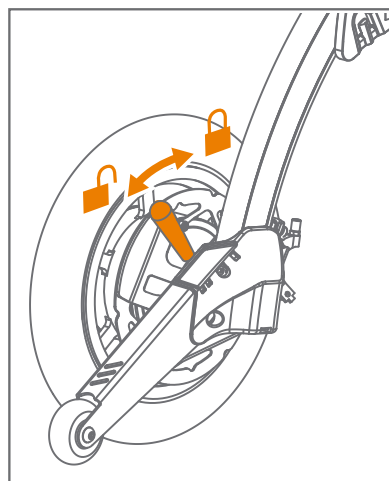

Figure 55: Pour activer le mode roue libre.
2. Déplacez les deux leviers à l'arrière du rollator en position arrière (**Figure 55**).